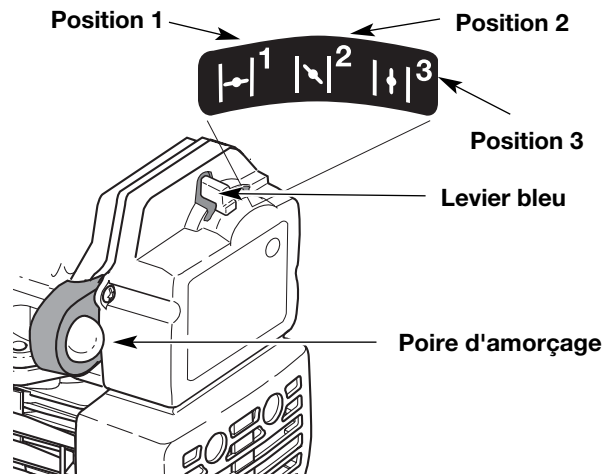

Fig. 7
3. Mettez le levier bleu en **position 1** (Fig. 7).
4. Pressez et relâchez la poire d'amorçage à 10 reprises, lentement. Une certaine quantité de **carburant devrait être visible dans la poire d'amorçage** et les conduites de carburant (Fig. 7). Si vous n'apercevez pas de carburant dans la poire, pressez et relâchez la poire autant de fois que nécessaire jusqu'à ce que vous aperceviez du carburant dans cette dernière.
10. Une fois que le moteur est chauffé, placez le levier bleu d'étranglement en **position 3** (Fig. 7). Mettez la manette des gaz en position de ralenti et commencez le travail.
SI... Le moteur hésite, remettez le levier en position 2 (Fig. 7) et continuez à le chauffer.